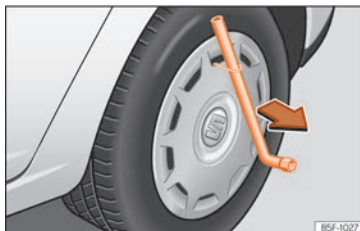

Fig. 35 Retirar el embellecedor integral.
- Introduzca la llave de rueda a través del gancho, apóyela en el neumático y retire el embellecedor »» **fig. 35**.